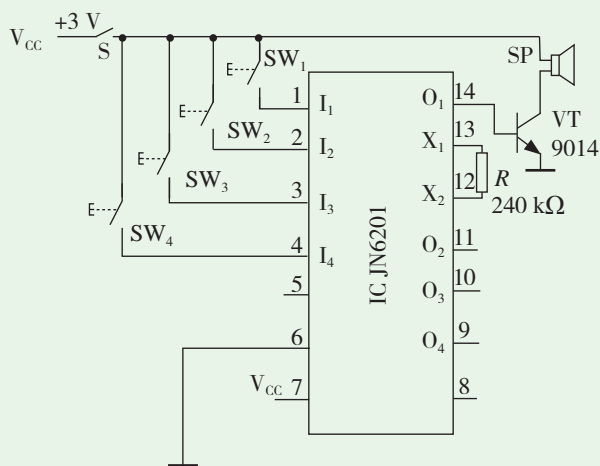
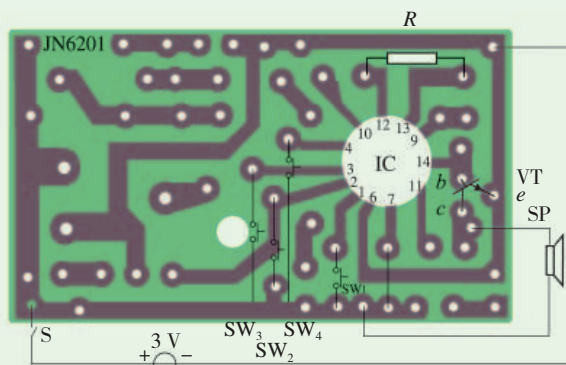

图 5-8 电路原理图
图 5-9 印制电路板图
2. 按图5-8所示电路原理图在印制电路板上正确插装元件并进行焊接, 如图5-9所示。